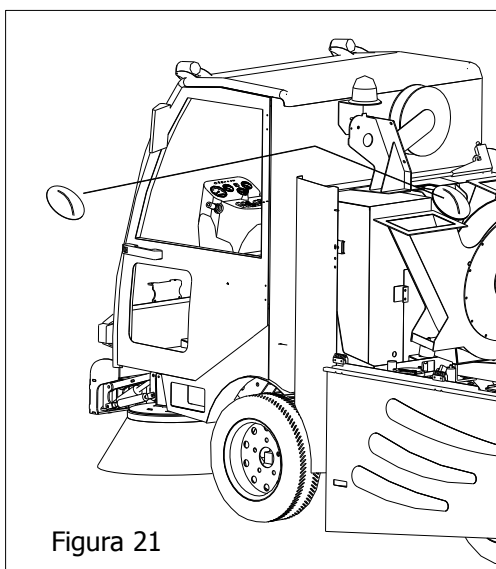

Figura 21
- Alzare il contenitore in modo da poter inserire il tappo in dotazione sul tubo di aspirazione [Vedi Figura 21]